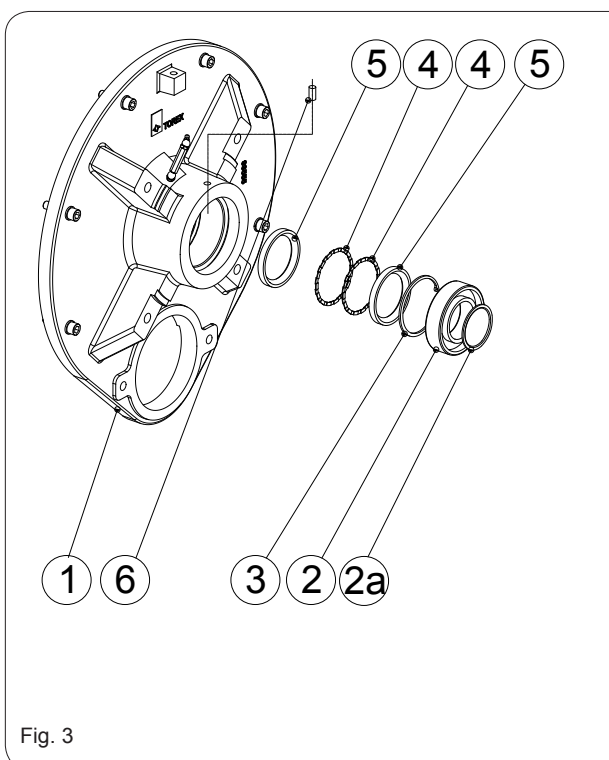

Fig. 3
| <ul style="list-style-type: none"> - Remove the cap (for RVC) or the inlet (for RVS) removing the two fixing screws (Fig.4 pos.10,11,14,15). - Slacken the threaded cap locking screw (Fig.3 pos.7) unscrew the threaded cap using a folded wrench (8 mm pins). (Fig.4 pos.7). Make sure the rotor is blocked by means of a reliable and safe device, preventing the blades from moving. - Remove the locking ring nut of the shaft (Fig.4 pos.18). - Remove the mobile element of the bearing inner ring (Fig.3 pos.2a) - Support the weight of the cover by means of the vertical threaded M12 hole from the top. | <ul style="list-style-type: none"> - Den Stopfen (für RVC) oder den Einlauf (für RVS) entfernen, indem man die beiden Befestigungsschrauben (Abb. 4 Pos. 10, 11, 14, 15) entfernt. - Die blockierende Madenschraube (Abb. 3 Pos. 7) lockern und die Gewindemutter lösen, indem man einen Zweilochmutterndreher benutzt (Durchmesser der Bolzen 8 mm). (Abb. 4 Pos. 7). Sicherstellen, dass der Rotor durch eine zuverlässige und sichere Vorrichtung blockiert ist und die Rotorflügel sich nicht bewegen können. - Die Ringmutter entfernen, die die antriebsseitige Halbwellen (Abb. 4 Pos. 18) blockiert. - Das bewegliche Element des Innenrings des Lagers (Abb. 3 Pos. 2a) entfernen. - Das Gewicht des Deckels durch die vertikale Gewindebohrung M12 oben abstützen. | <ul style="list-style-type: none"> - Enlever le bouchon (sur RVC) ou l'embout (sur RVS) en enlevant les deux vis de fixation (Fig. 4 pos. 10, 11, 14, 15). - Desserrer la vis sans fin de blocage du bouchon fileté (Fig. 3 pos. 7) et dévisser le bouchon fileté en utilisant une clé spéciale (diamètre axes 8 mm). (Fig.4 pos.7). Assurez-vous que le rotor est bloqué par un dispositif fiable et sûr, empêchant les lames de bouger. - Enlever la bague de blocage du demi-arbre moteur (Fig. 4 pos. 18). - Enlever l'élément mobile de la bague interne du roulement (Fig.3 pos.2a) - Soutenir le poids du couvercle au moyen du trou fileté M12 vertical en haut. | <ul style="list-style-type: none"> - Rimuovere il tappo (per RVC) o l'imbocco (per RVS) rimuovendo le due viti di fissaggio (Fig.4 pos.10,11,14,15). - Allentare il grano di bloccaggio tappo filettato (Fig.3 pos.7) svitare il tappo filettato utilizzando una chiave a compasso (diametro perni 8 mm). (Fig.4 pos.7). Assicurarsi che il rotore è bloccato a mezzo di un dispositivo di sicurezza impedendo il movimento delle lame. - Rimuovere la ghiera di bloccaggio del semialbero (Fig.4 pos.18). - Rimuovere l'elemento mobile dell'anello interno cuscinetto (Fig.3 pos.2a) - Sostenere il peso del coperchio mediante il foro filettato M12 verticale in alto. |